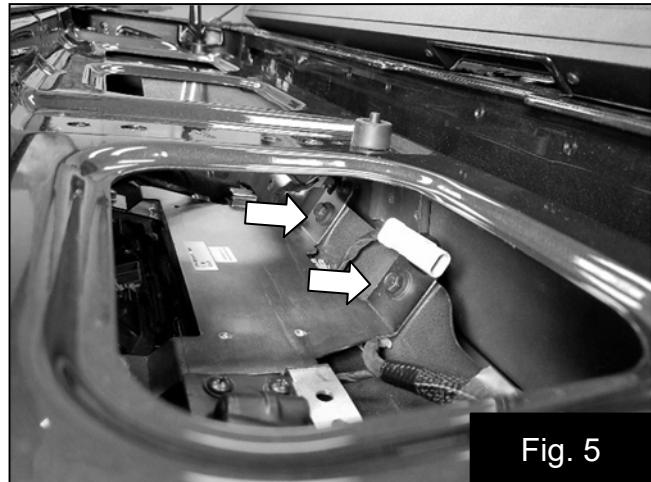

Fig. 5
7. Installez le support de montage de l'amplificateur à travers la droite du trou central, puis fixez-le en place avec les boulons de la poignée du hayon et les deux boulons fournis. Fig. 5